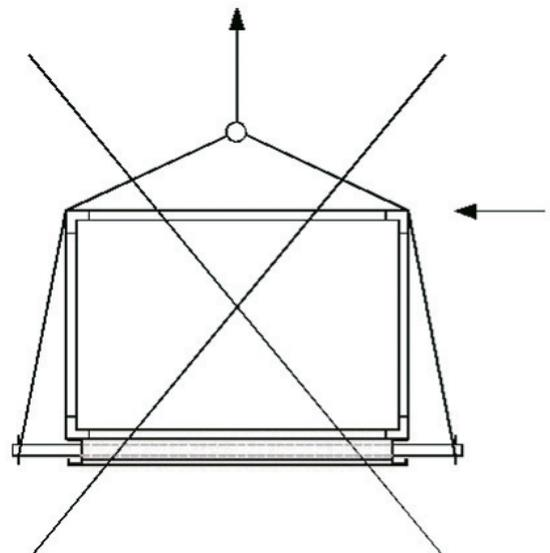

Bild 8
- Das Anheben ohne Abstandshalter (Figure 8) ist nicht erlaubt und beschädigt das Gehäuse.